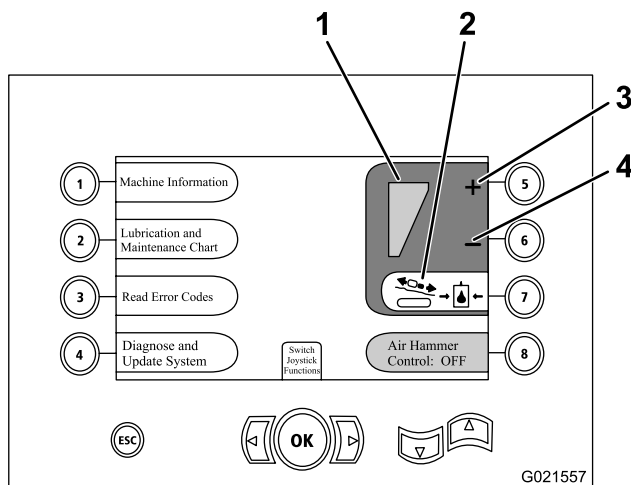

Figure 70
1. Appuyez sur le bouton 7 sur l'écran pour placer la pression du chariot en position activée (vert), comme montré à la **Figure 70**.